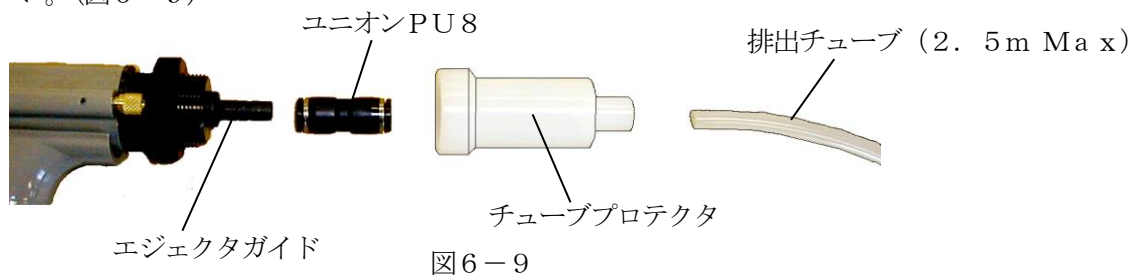

図6-9
- ③ ユニオンPU8をエジェクタガイドに差し込み、チューブプロテクタをエンドキャップにねじ込んで下さい。（図6-9）